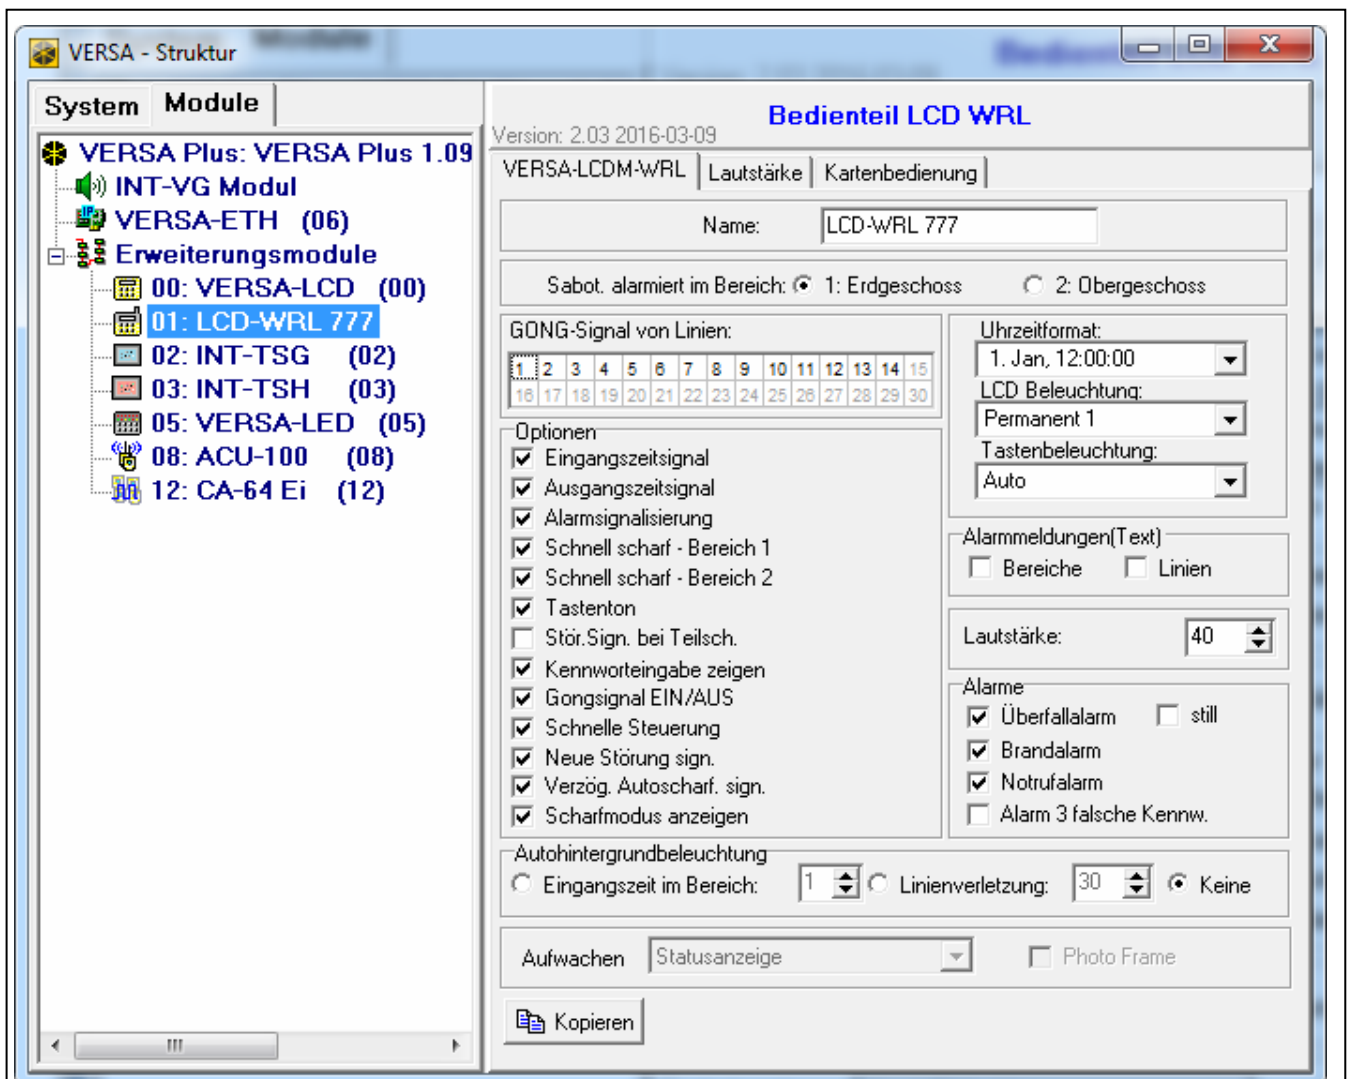

Abb. 4. Das Programm DLOADX: in der Alarmzentrale gespeicherte Einstellungen des Bedienteils.
- Programm DLOADX: → Fenster „Versa – Struktur“ → Registerkarte „Module“ → Zweig „Erweiterungsmodule“ → [Bedienteilname] (siehe: Abb. 4),